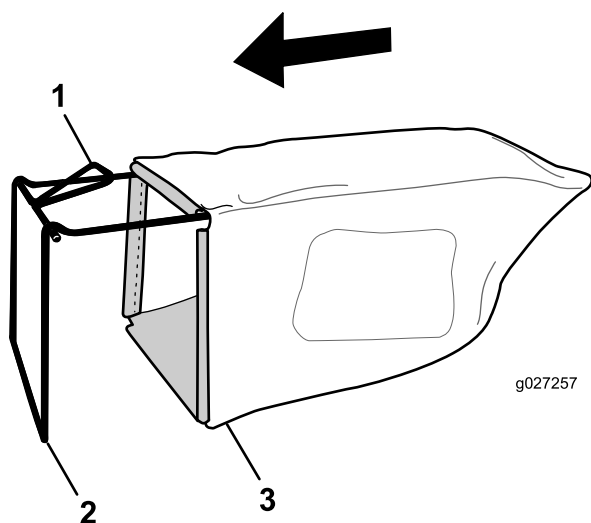

Figure 7
1. Glissez le bac sur l'armature, comme montré à la Figure 7.
**Remarque:** Ne faites pas passer le bac sur le guidon (Figure 7).